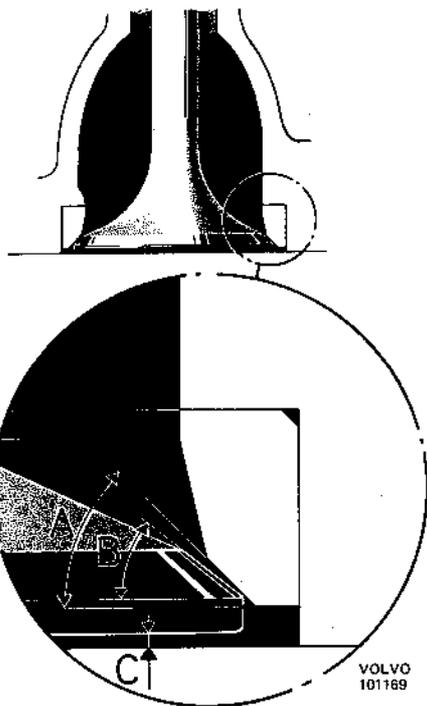

Fig. 23. Position de la soupape dans le logement
2. Après surfaçage, la distance du plan des têtes de soupapes à celui des culasses doit être conforme aux valeurs indiquées sous la figure 23. Dans certains cas il est nécessaire d'usiner également les logements des sièges de soupapes. Après surfaçage, la hauteur des culasses ne doit pas être inférieure à 114,65 mm pour les moteurs de la série 100, 124,65 mm pour les moteurs de la série 120.
Les sièges de soupapes doivent être remplacés lorsque la distance C, figure 23, mesurée avec une soupape neuve, dépasse 1,5 mm.
3. Réaléser ou rectifier les sièges de soupapes (enlever le moins de matière possible, juste ce qui est nécessaire pour donner aux sièges la forme et la surface de contact requises). Les sièges de soupapes doivent être de 45 respectivement 30°. ATTENTION! Si la cote « C » (figure 23) dépasse 1,5 mm mesure effectuée avec une soupape neuve, le siège de soupape devra être remplacé.